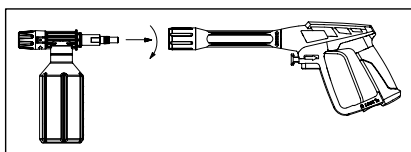

Fig. 3
4. Instale o acessório para sapone da pistola. Fig. 3.